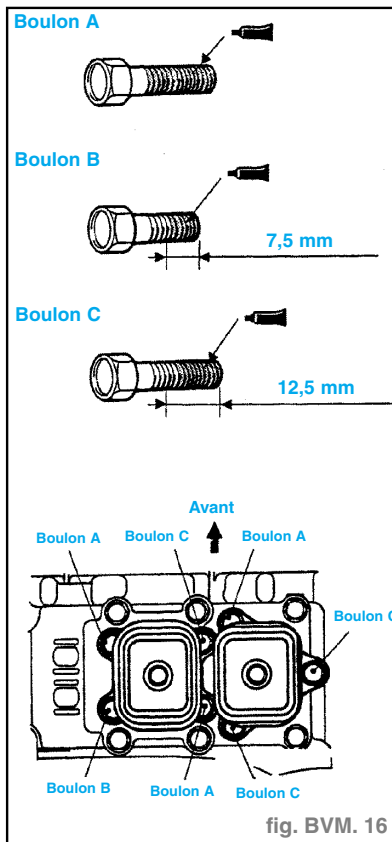

fig. BVM. 16
- Appliquer du produit adhésif sur les filets des boulons de montage de l'ensemble de levier (fig. BVM. 16).